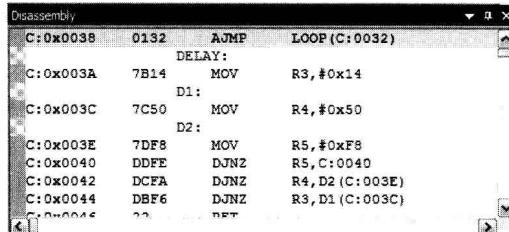

图 1-12 反汇编窗口
(1) 反汇编窗口：在进行程序调试及分析时，经常会用到反汇编。反汇编窗口同时显示目标程序、编译的汇编程序和二进制文件，如图 1-12 所示。